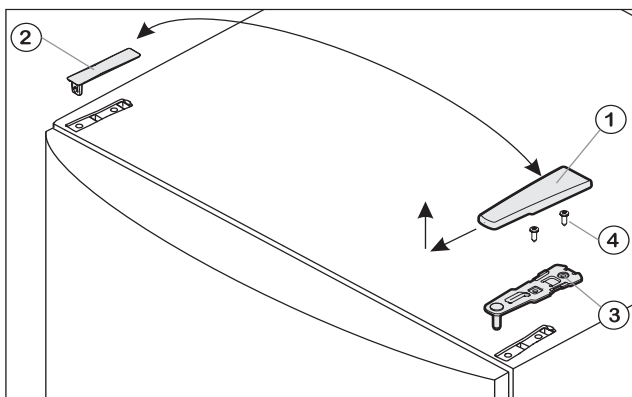

Fig.1
- Kryt Fig. 1 (1) stáhněte dopředu a nahoru.
- Kryt Fig. 1 (2) zvedněte.
- Horní stojan ložiska Fig. 1 (3) odšroubujte (2 krát Torx® 25) Fig. 1 (4) a stáhněte nahoru.
- Horní stojan ložiska Fig. 1 (3) vložte na nové straně závěsu do dvířek.
- Horní stojan ložiska přišroubujte (s 4 Nm) (2krát Torx® 25) Fig. 1 (4). Díry pro šrouby případně předem propíchněte nebo použijte akumulátorový šroubovák.
- Kryt Fig. 1 (1) a kryt Fig. 1 (2) vždy na opačné straně zvenku nasadte a zaklesněte.